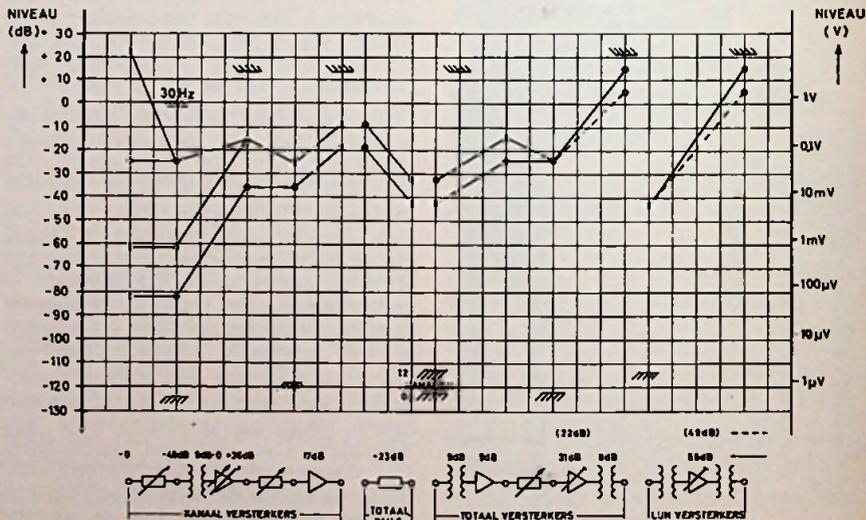

Fig. 4. Niveaudiagram.
a. Het gevraagde schema is weergegeven in fig. 4. Omdat  $L_1 = L_2 = M$  heeft de transformator geen spreiding en kan men deze vervangen door een zelfinductie  $L$  van 50 H.